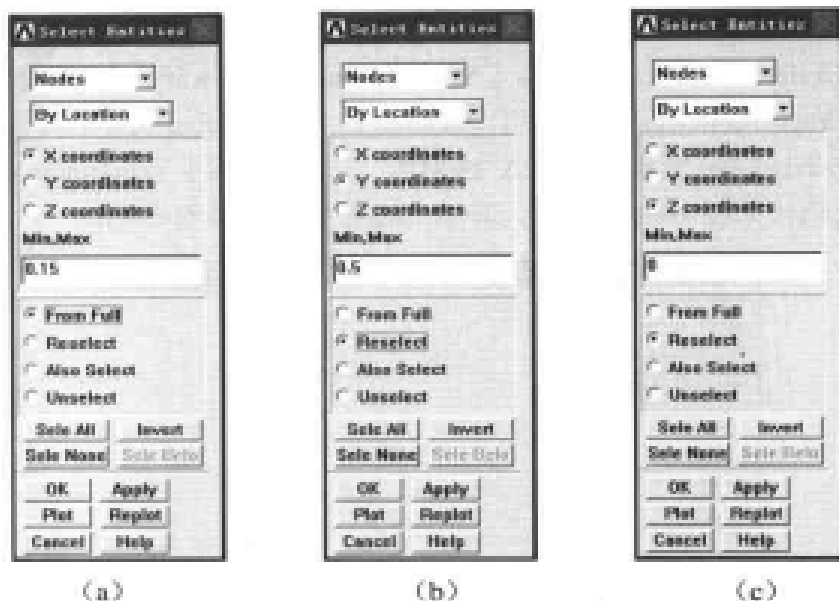

图 10-104 选择节点对话框
(8) 选择 Utility Menu | PlotCtrls | Style | Graphs | Modify Curves 命令, 出现 Curve Modifications for Graph Plots 对话框, 在 [/GTHK] Thickness of curves 下拉列表框中选择 Triple 选项, 单击 OK 按钮关闭该对话框。
(9) 选择 Utility Menu | PlotCtrls | Style | Colors | Graph Colors 命令, 出现 Graph Colors 对话框, 在 CURVE Graph curve number 1 下拉列表框中选择黄色, 单击 OK 按钮关闭该对话框。
(10) 选择 Utility Menu | WorkPlane | Align WP with | Global Cartesian 命令。
(11) 选择 Utility Menu | Select | Entities 命令, 出现 Select Entities 对话框。在第 1 个下拉列表框中选择 Nodes 选项, 在第 2 个下拉列表框中选择 By Location 选项, 在第 3 个选项组中选中 X coordinates 单选按钮, 在 Min,Max 文本框中输入 0.15, 在第 5 个选项组中选中 From Full 单选按钮, 如图 10-104 (a) 所示。
(12) 单击 Apply 按钮, 在第 3 个选项组中选中 Y coordinates 单选按钮, 在 Min,Max 文本框中输入 0.5, 在第 5 个选项组中选中 Reselect 单选按钮, 如图 10-104 (b) 所示。
(13) 单击 Apply 按钮, 在第 3 个选项组中选中 Z coordinates 单选按钮, 在 Min,Max 文本框中输入 0, 在第 5 个选项组中选中 Reselect 单选按钮, 如图 10-104 (c) 所示, 单击 OK 按钮关闭该对话框。